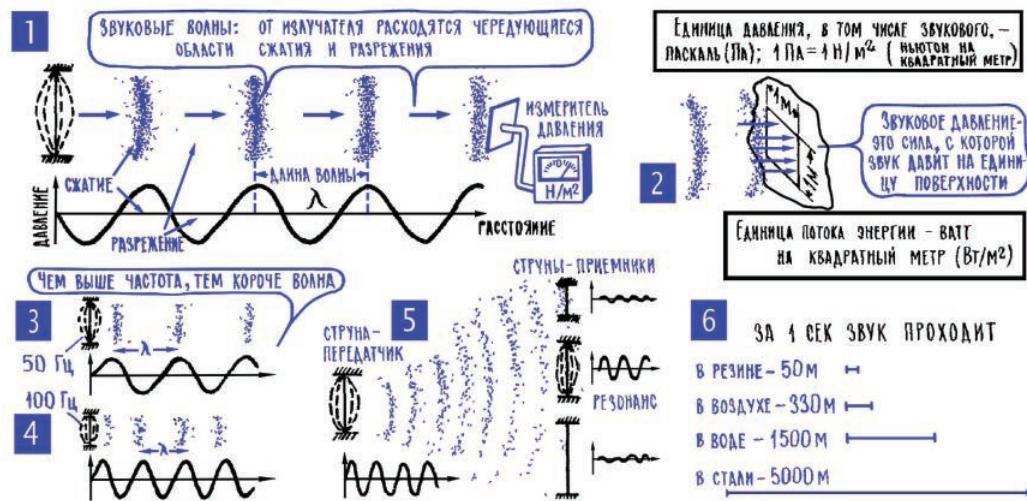

Рис. 7.2. Звуковые волны
**7. В процессе колебаний струна излучает звуковые волны.** Вы тронули гитарную струну, она пришла в движение, увлекла за собой окружающий воздух, и во все стороны от струны пошли звуковые волны. Их рождение в самом упрощенном виде можно представить себе так. Двигаясь вперед, струна сжимает переди себя воздух, создает повышенное давление. Разумеется, область с повышенным давлением не может оставаться изолированной, давление передается соседним участкам, и от струны катится вал сжатого воздуха (рис. 7.2).
**8. Основные характеристики звука: период, частота, скорость, звуковое давление, сила звука.** Попробуем поставить на пути звуковой волны измеритель давления – манометр. Причем отрегулируем его так, чтобы прибор показывал только изменение давления по сравнению с атмосферным. Это значит, что при нормальном атмосферном давлении манометр будет показывать ноль, при некотором сжатии воздуха стрелка прибора пойдет вправо, при разрежении – влево (рис. 7.2; 1). А под действием звуковой волны стрелка будет все время отклоняться от нуля то влево, то вправо. Если бы мы успевали следить за всеми движениями стрелки и построили бы график звукового давления, то он оказался бы точной копией графика свободных колебаний струны. А разве могло быть иначе? Звуковая волна рождена колеблющейся струной, поэтому изменение давления в любой точке, куда приходит звук, в точности повторяет все действия струны по сжатию и разрежению воздуха.
Другая характеристика звука – скорость распространения – не требует, по-видимому, особых пояснений. Нужно лишь отметить, что в воздухе скорость звука при 0 °C – около 330 м/с, что с повышением температуры она несколько повышается и что в других средах скорость звука может быть во много раз больше или меньше, чем в воздухе (рис. 7.2; 6).
Зная скорость звука и его частоту, можно найти еще одну характеристику – *длину звуковой волны*. Длина волны – это то расстояние, которое волна успевает пройти за время одного полного периода колебаний. Так, например, при частоте 1 Гц, то есть при периоде 1 с, длина волны составит в воздухе 330 м, в воде – около 1,5 км, в стали – 5 км, в резине – всего 50 м. С увеличением частоты длина волны, конечно, уменьшается: чем меньше длится период, тем меньшее расстояние успеет пройти волна (рис. 7.2; 3, 4).
*10. Струна-излучатель и струна-приемник образуют простейшую линию звуковой связи.* Двигаясь в пространстве, звуковая волна натыкается на разные предметы, частично отражается от них, а частично отдает им свою энергию. Давайте для определенности предположим, что звуковая волна наткнулась на какую-нибудь струну. Сначала область повышенного давления волны двинет струну вперед, затем область пониженного давления потянет ее назад, затем опять повышенное давление, опять вперед, и снова пониженное давление, снова назад... Одним словом, звуковая волна, отдавая такой струне-приемнику часть своей энергии, заставит ее совершать колебания (рис. 7.2; 5). С какой частотой? Конечно, с частотой самого звука, то есть с частотой струны-передатчика. Потому что именно струна-передатчик определяет, насколько часто сменяют друг друга сжатия и разрежения в звуковой волне, насколько часто эта волна будет двигать вперед-назад нашу струну-приемник. И ее колебания, в отличие от собственных, свободных колебаний, называют вынужденными – струна-приемник вынуждена двигаться именно с той частотой, которую навязывает ей звуковая волна.
Можно настроить струну-приемник в резонанс с частотой звука, и в этом случае амплитуда колебаний струны резко увеличится. Первая же порция звуковой энергии заставит струну совершать свободные колебания, и все остальные действия звуковой волны будут поддерживать эти собственные колебания. Теперь достаточно будет даже очень слабого звука, чтобы сильно раскачать струну (рис. 7.2; 5).
Попав в ушную раковину, звуковые волны пробегают извилистый слуховой проход (его длина около 2,5 см) и, попав на барабанную перепонку, приводят ее в движение (так же, как звук заставлял двигаться струну-приемник; рис. 7.2). Движение барабанной перепонки через систему косточек (молоточек, наковальня, стремечко, общая масса около 0,05 г) передается в самый главный отдел внутреннего уха – в улитку. Такое название эта «деталь» получила потому, что у млекопитающих она похожа на спиралевидный домик улитки (постепенно сужающаяся трубка длиной около 3 см, закрученная на 2,7 оборота). У животных, которые стоят на низших ступенях развития, улитки еще нет, ее место занимает более простая «деталь», похожая на изогнутую луковицу.